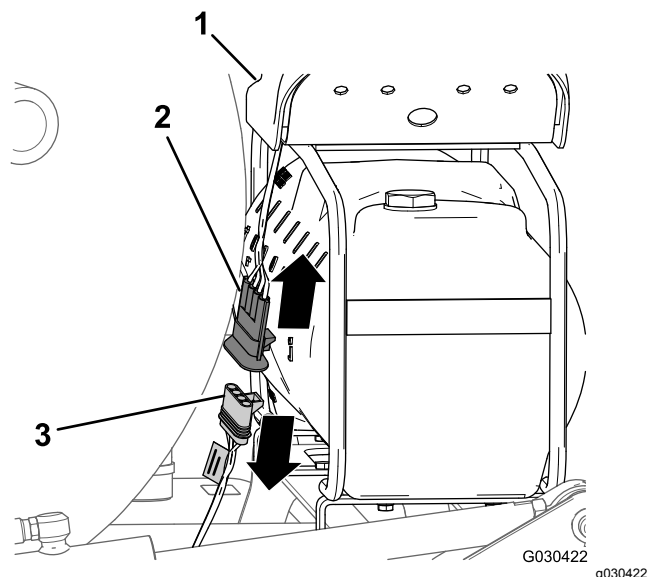

図 11
1. フォームマーカのタンクの後部にあるコンプレッサ用ハーネスを探し出す (図 11)。
2. 車両用の後ワイヤハーネスの4ソケットコネクタから、コンプレッサ用の4ピンコネクタを外す 図 11。